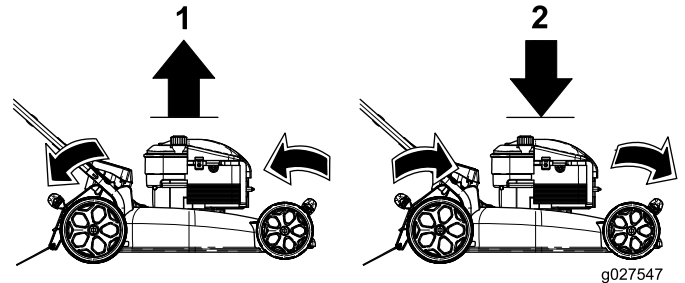

Figura 12
**Nota:** Para elevar o bajar la máquina, mueva las palancas de altura de corte según se muestra en Figura 12.